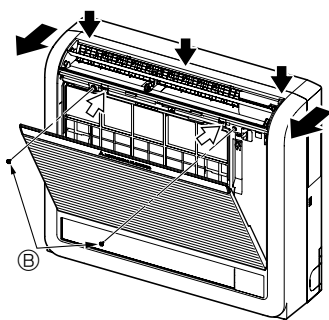
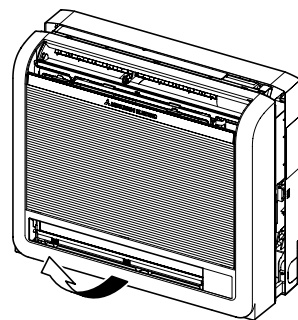
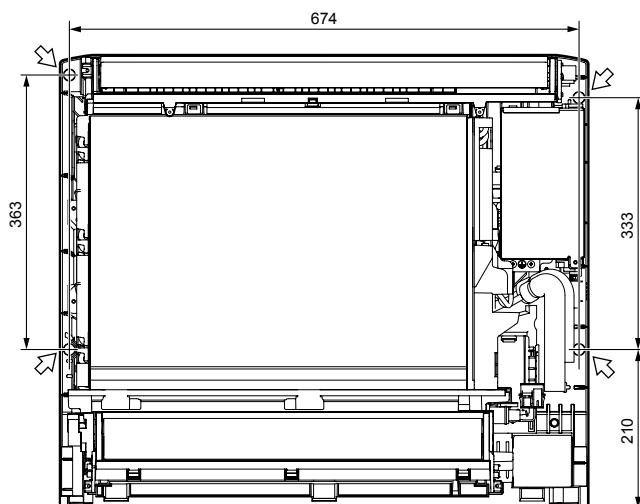

Fig. 3-3
Fig. 3-4
Fig. 3-5
- ① Prima as 2 posições indicadas pelas setas ➔ e abra a grelha frontal. (Fig. 3-3)
- ② Abra a grelha frontal e retire os dois parafusos.
- ③ Abra a palheta horizontal para a saída de ar superior, exerça pressão em três pontos do painel frontal e, de seguida, puxe a parte de cima da grelha, afastando a unidade interior.
- ④ Levante a grelha frontal para a remover. (Fig. 3-4)
① Parafusos
3.3. Instalação da unidade interior (Fig. 3-5)